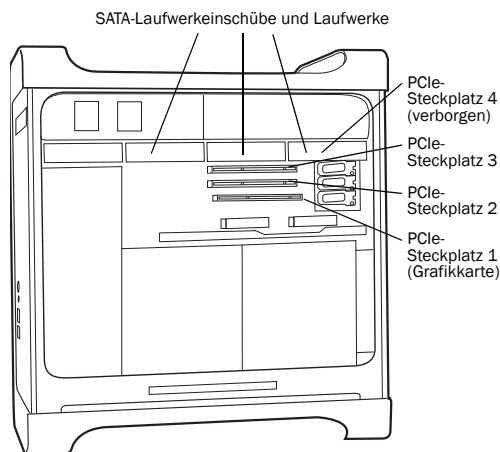

Abbildung 1. Mac Pro
- 8 Installieren Sie die Pro Tools|HD Core-Karte im Steckplatz mit der niedrigsten Nummer Ihres Computers (Steckplatz 2). Dies ist normalerweise der Steckplatz gleich neben der Grafikkarte, wie in Abbildung 1 auf Seite 11 ersichtlich.